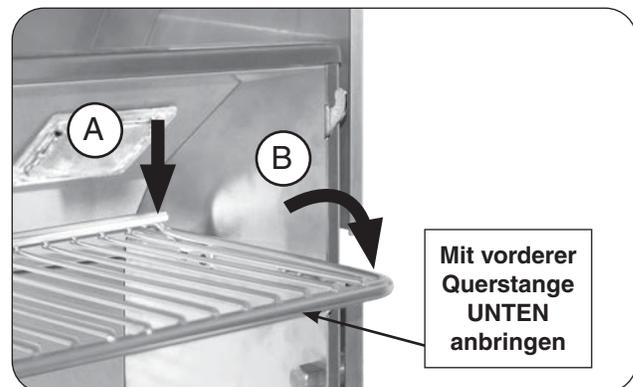

Abb. 20-3 Stellen Sie das Rack zur Verwendung auf
2. Legen Sie die Rückseite des Racks vorsichtig wie gezeigt auf die hinteren Trägerplatten (Abb. 20-3, A) und legen Sie dann die Arme des Wärmeständers zur Verwendung auf die beiden unteren Haken (Abb. 20-3, B).